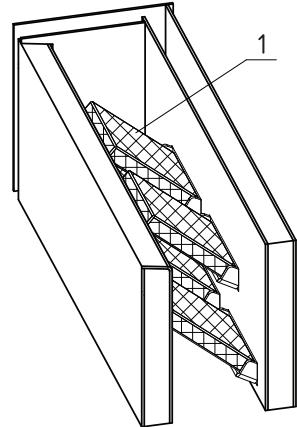

Рис.10 Схема установки шамотных кирпичей
- Установите шамотные кирпичи (**Рис.10**) так, что бы один край кирпича лежал на скобе, а второй опирался на противоположную стенку котла;